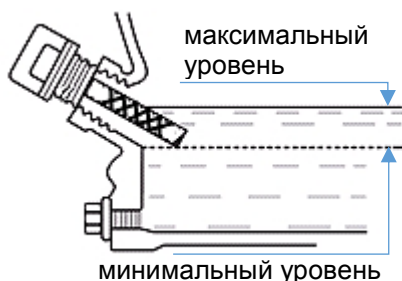

Рис. 12
4. При недостаточном уровне масла долейте используемое в данном двигателе масло до нижнего края патрубка. (см. рис. 12)